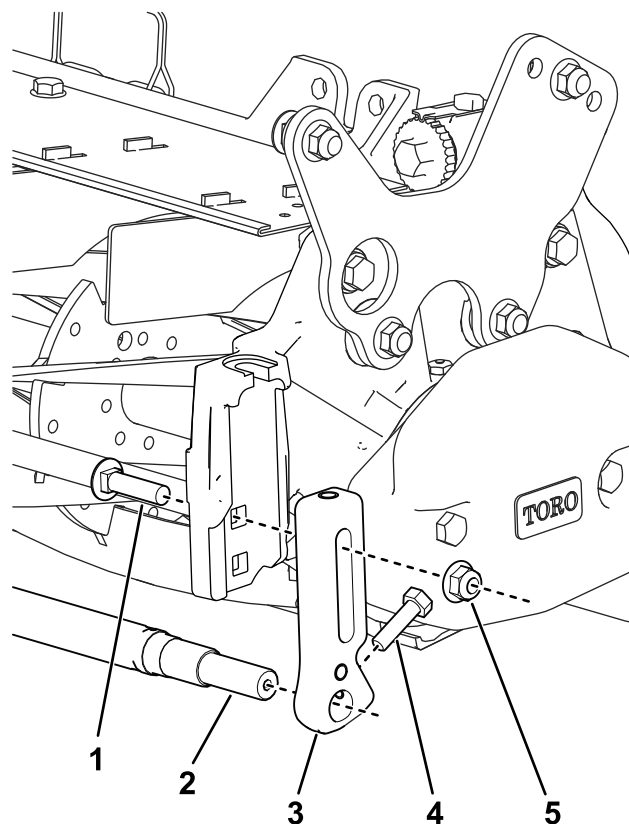

Figura 39
2. Utilizzando i bulloni a testa tonda e i dadi di fissaggio, montate le staffe dell'altezza di taglio frontali sul foro superiore della piastra laterale (Figura 39).